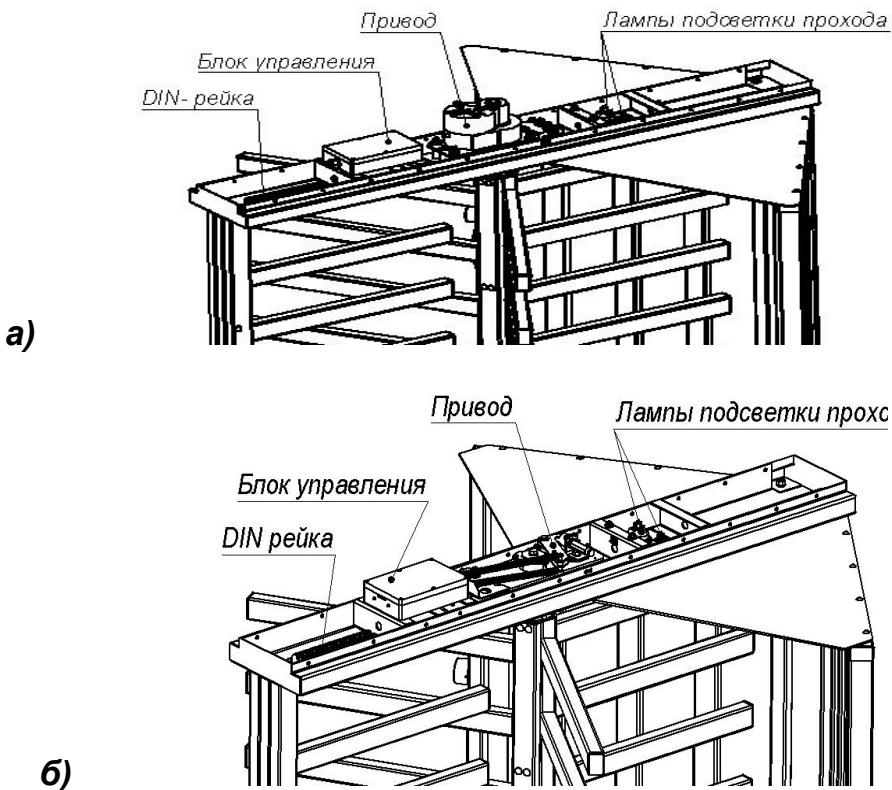

Рисунок 3 – Вид балки привода (13) без кожуха (14):
5.2.10 Блок управления выполнен в виде отдельного устройства в закрытом корпусе и осуществляет управление турникетом в соответствии с поступаемыми управляющими сигналами. Для удобства подключений все соединения блока управления выведены на DIN-рейку, также расположенную внутри балки привода (см. рисунок 3). Подводка всех кабелей к DIN-рейке осуществляется через нижнее отверстие в преграждающей стойке (3) со стороны фланца (4), далее вверх по стойке в балку привода (рисунки 1 и 3).